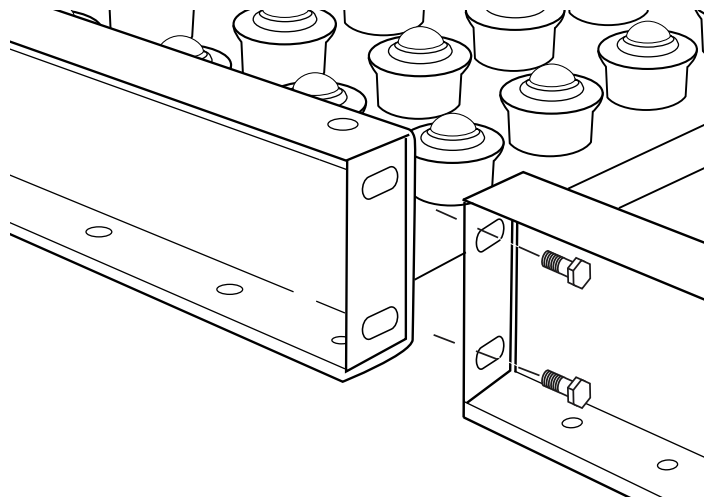

Figure 4
1. Retirez le matériel préinstallé. Raccordez les extrémités des cadres à l'aide de boulons. (Voir Figure 4)